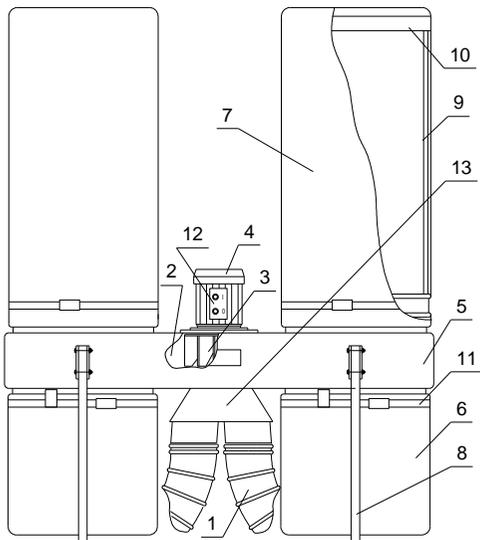

Рис. 5
5.2 Воздушный поток (см. рис.5) по воздуховоду 1 через патрубок 13 поступает в центральную часть улитки 2 где вращающееся рабочее колесо 3, приводимое в действие электродвигателем 4, ускоряет поток и вводит его в корпус 5.
6.2.3 Собрать установку (рис.5).